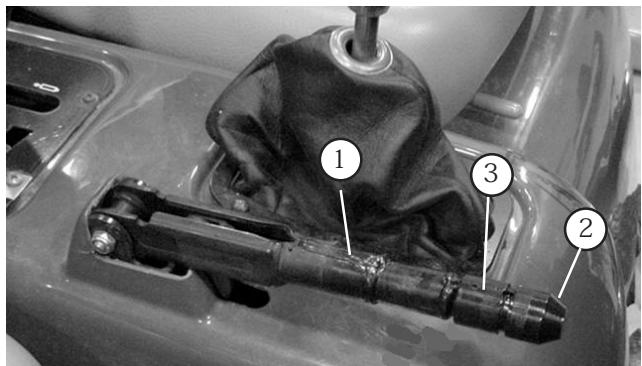

図66
2. 駐車ブレーキのノブをレバーに固定しているネジをゆるめる(図66)。